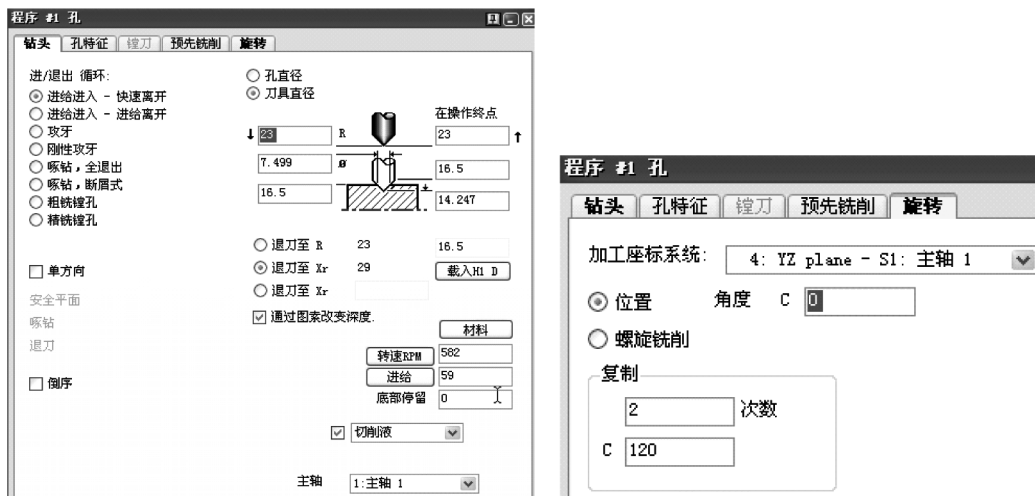

图 6-35 第一个铣削钻孔程序
6) 应用#9 刀具创建第一个铣削钻孔程序, 如图 6-35 所示。